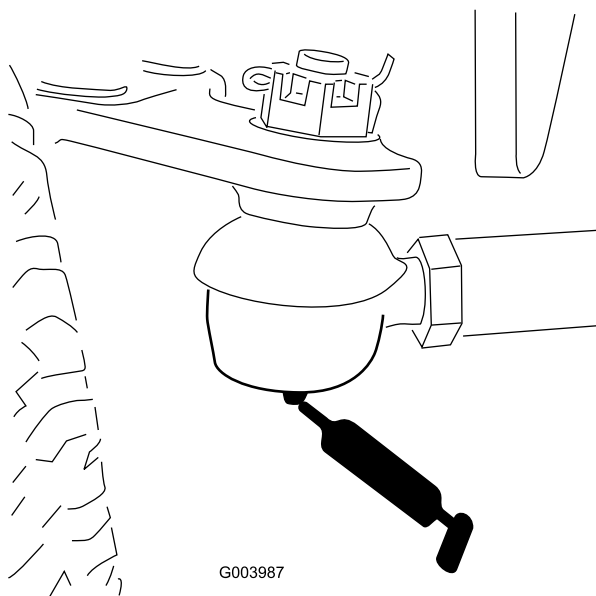

Figure 70
- Bielle de essieu arrière (2) (Figure 70).